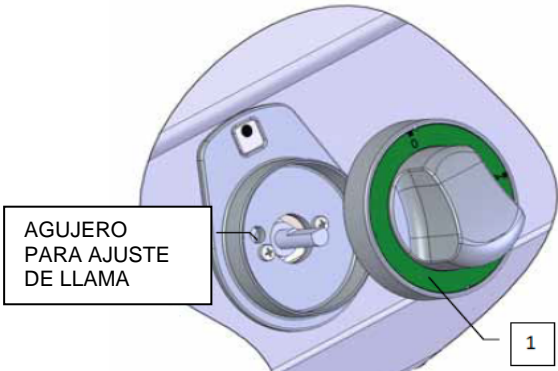

fig. 4
- Retire el botón de control (nota 1, fig. 4) tirando de él hacia usted.